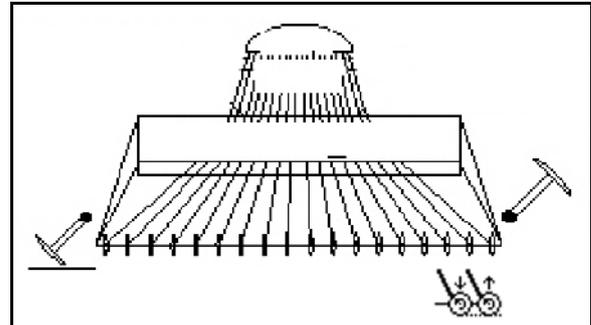

図 38
1.  コールタ圧/ハロー圧力を事前選択します (図 38)。